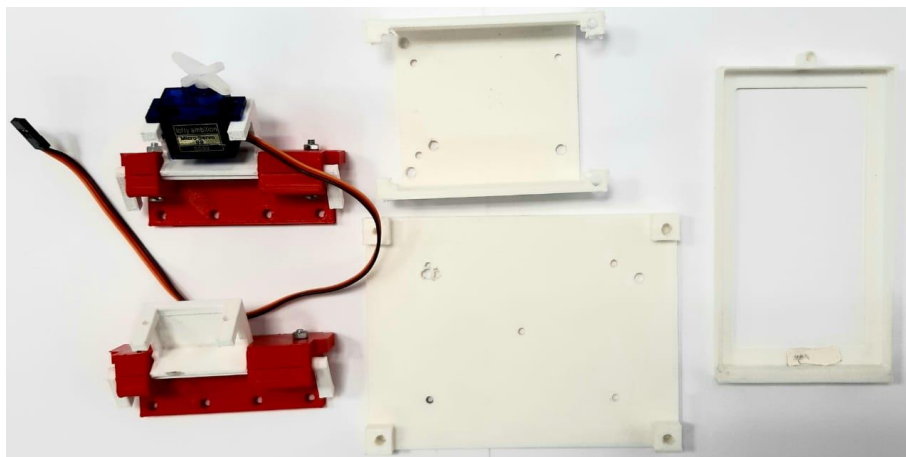

Рис.8. Образец системы раскрытия и управления солнечными панелями с помощью сервоприводов
- Системы крепления, раскрытия и поворота солнечных батарей и управления этими системами (рис. 8).